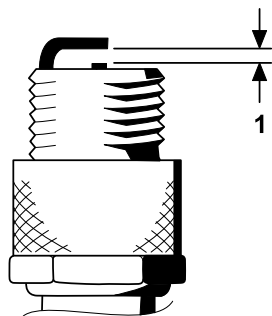

Figure 43
4. Réglez l'écartement entre les électrodes centrale et latérale à 0,76 mm, comme montré à la Figure 43.